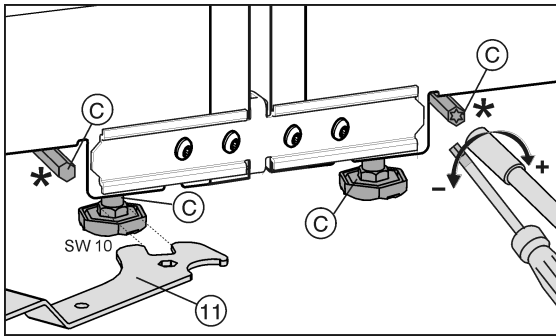

Fig. 8
可以通过任意叉形扳手 Fig. 8 (11) 调节前面的垫脚, 通过一个 Torx® 25 螺丝刀调节后面的垫脚\*。